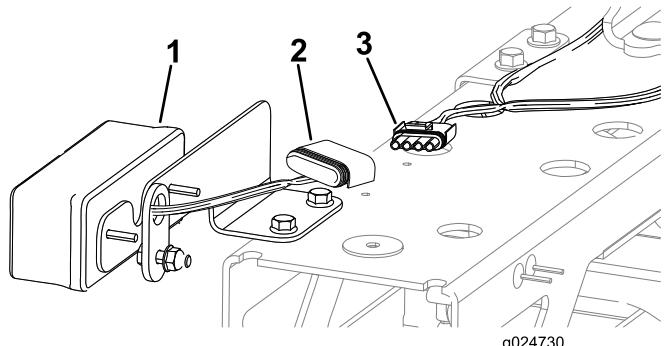

Figura 59
4. Collegate i connettori elettrici degli indicatori di direzione (Figura 59) nel modo seguente: